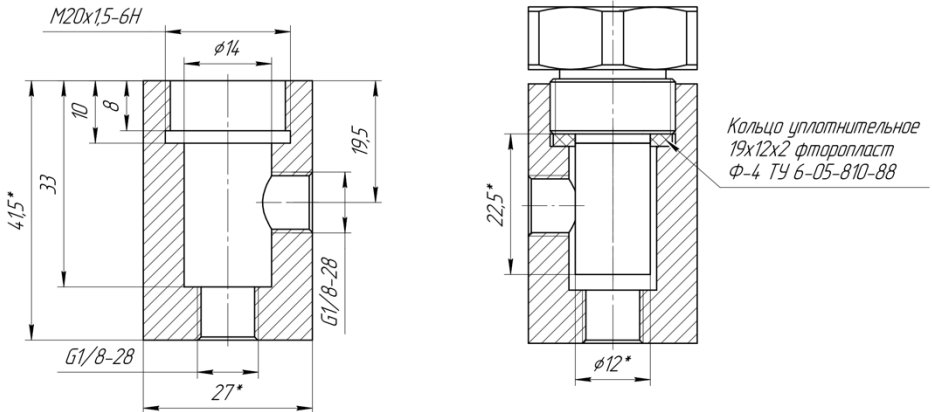

Рис.2. Конструкция проточной камеры для подключения измерительного преобразователя ДТР-3-СМ-М к газовой магистрали.
Конструкция проточной камеры для установки преобразователя показана рис.2. Для изготовления камеры необходимо использовать материалы, слабо адсорбирующие влагу, например, нержавеющую сталь. Внутренние поверхности камеры должны быть отполированы.
**ВНИМАНИЕ!** Резиновое кольцо, которое поставляется с преобразователем, может использоваться только для установки транспортного колпачка. Уплотнение преобразователя должно осуществляться через кольцо из фторопласта (см. рис.2).